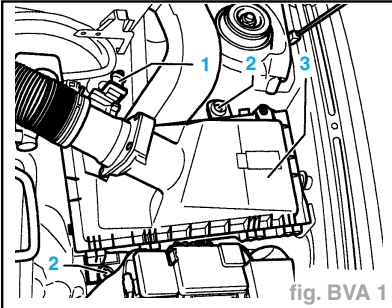

fig. BVA 1
- Débrancher la fiche de raccordement (1) du débitmètre d'air massique (G70) (fig. BVA 1).